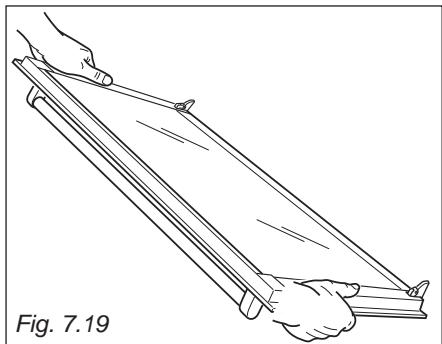

Fig. 7.19
1. Hold the door firmly (fig. 7.19).